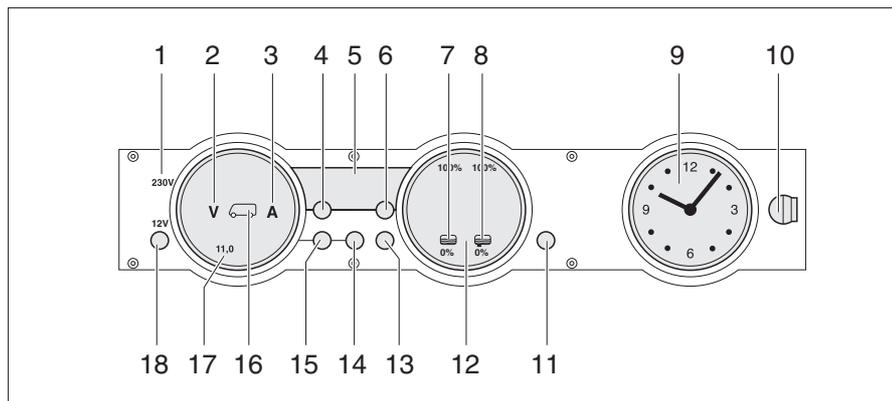

Fig. 249 Pannello di controllo MP 20-T
La spia di controllo 230 V (Fig. 249,1) si accende quando all'ingresso della centralina elettrica è presente una tensione di rete.
L'interruttore principale 12 V (Fig. 249,18) inserisce o disinserisce il pannello di controllo e l'alimentazione a 12 V dell'abitacolo.
- Premere brevemente il tasto "12 V" (Fig. 249,18). L'alimentazione a 12 V dell'abitacolo è inserita. L'indicatore di controllo "12 V" si accende.
- ▷ Se dopo l'accensione il LED "11,0" dell'indicatore dei volt e il simbolo dei Volt "V" (Fig. 249,2) lampeggiano nell'indicatore delle batterie (Fig. 249,17), la tensione della batteria dell'abitacolo è insufficiente. Caricare la batteria.
- ▷ Se dopo l'accensione l'indicatore di controllo "12 V", il simbolo della batteria dell'abitacolo (Fig. 249,16) e il simbolo dei Volt "V" (Fig. 249,2) lampeggiano per tre volte, significa che la separazione della batteria è attivata. Disattivare la separazione della batteria.
- Premere brevemente il tasto "12 V" (Fig. 249,18). L'alimentazione a 12 V dell'abitacolo è disinserita. L'indicatore di controllo "12 V" si spegne.
- Premere il tasto della batteria dell'abitacolo (Fig. 249,14) e tenerlo premuto per circa 10 secondi. Il simbolo dei Volt "V" (Fig. 249,2) e il simbolo degli Ampere "A" (Fig. 249,3) lampeggiano tre volte. La batteria dell'abitacolo è separata dalla rete di bordo a 12 V.
- Premere il tasto "12 V" (Fig. 249,18) e tenerlo premuto per 5 secondi. Il simbolo dei Volt "V" (Fig. 249,2) lampeggia tre volte. La batteria dell'abitacolo è collegata alla rete di bordo a 12 V. L'indicatore di controllo si accende dopo circa 2 secondi.
- Premere il tasto della batteria dell'abitacolo "🔋" (Fig. 249,14). Il simbolo dei Volt "V" (Fig. 249,2) si accende. Il simbolo degli Ampere "A" si accende con luce bianca o rossa a seconda del livello di carica o scarica delle batterie. La tensione della batteria e la corrente della batteria dell'abitacolo sono indicate dai LED sul pannello di controllo.
- Premere il tasto della batteria di avviamento "🔋" (Fig. 249,15). Il simbolo dei Volt "V" (Fig. 249,2) si accende. La tensione della batteria della batteria di avviamento viene indicata attraverso i LED nell'indicatore.
- Premere il tasto dei serbatoi  (Fig. 249,13). I simboli del serbatoio dell'acqua  (Fig. 249,7) e del serbatoio delle acque grigie  (Fig. 249,8) si accendono. I livelli di riempimento del serbatoio dell'acqua (scala a sinistra) e del serbatoio delle acque grigie (scala a destra) vengono visualizzati mediante i LED nell'indicatore.
Il simbolo Volt "V" (Fig. 249,2) e il LED "11,0" iniziano a lampeggiare non appena la tensione della batteria scende al di sotto di 11 V (misurazione durante il normale esercizio) con conseguente rischio che la batteria si scarichi totalmente.
Il simbolo del serbatoio dell'acqua "☰" (Fig. 249,7) o il simbolo del serbatoio delle acque grigie "☷" (Fig. 249,8) lampeggia se il serbatoio dell'acqua è vuoto o il serbatoio delle acque grigie è pieno.